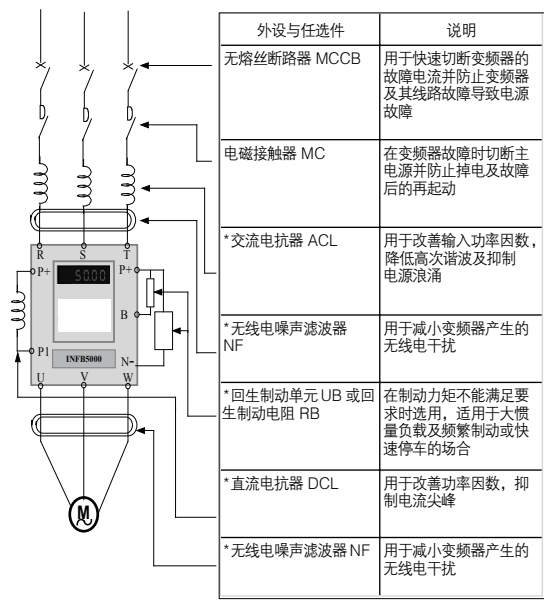

图 6-1 外围设备和任选件连接示意图
- 当电网容量远大于变频器容量或电源容量大于 1000KVA 时，或对改善电源功率因数要求较高时，需加装直流电抗器（如图 6-1 所示）。直流电抗器可与交流电抗器同时使用，对减小输入的高次谐波有明显效果。
在对防止无线电干扰要求较高及要求符合 CE、UL、CSA 标准的使用场合或变频器周围有抗干扰能力不足的设备等情况下，均应使用该滤波器。安装时应注意接线尽量缩短，滤波器亦应尽量靠近变频器或安装于机内（如图 6-1 所示）。
- 漏电保护器应设于变频器的输入侧，置于 MCCB(无熔丝断路器) 之后较为合适 (如图 6-1 所示)。